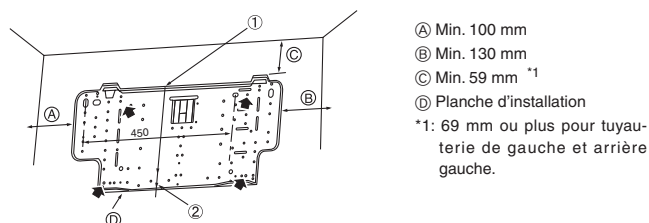

Fig. 3-3
► La structure de montage doit être attachée à ses deux extrémités et au centre, si possible. Ne jamais la fixer à un seul endroit ou de manière asymétrique. (Si possible, attacher la structure à tous les points indiqués par une flèche en caractères gras.) (Fig. 3-3)